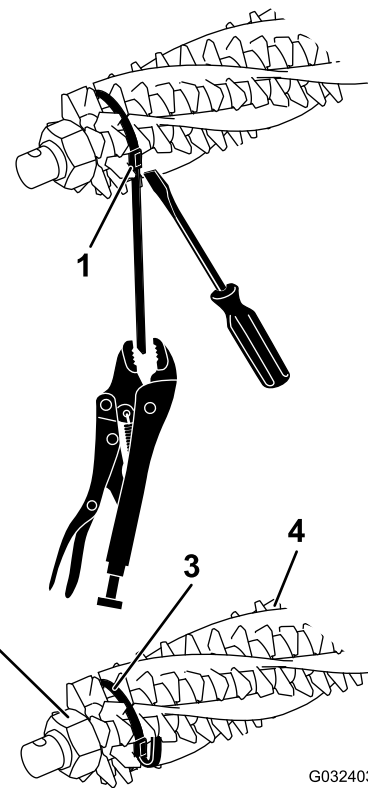
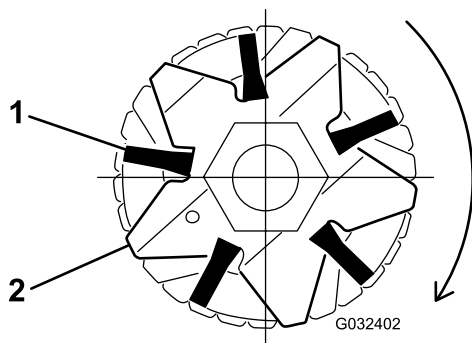

图15
图17
2. 拧松疏草刀轴两端的疏草刀刀片锁紧螺母（图15）。
4. 检查刷子是否固定到疏草刀刀片插槽中（图15 和图17）。
注意： 如果清扫机刷子未适当放入刀片插槽，请拧松疏草刀轴两端的疏草刀刀片锁紧螺母，在刀片插槽中适当调整清扫机刷子的位置，然后再拧紧疏草刀刀片锁紧螺母（图15）。
7. 在沿着箍带扣推动螺丝刀时，使用大力钳抓住每条箍带，拉紧箍带，直至其锁定到刷子凹槽中（图15）。